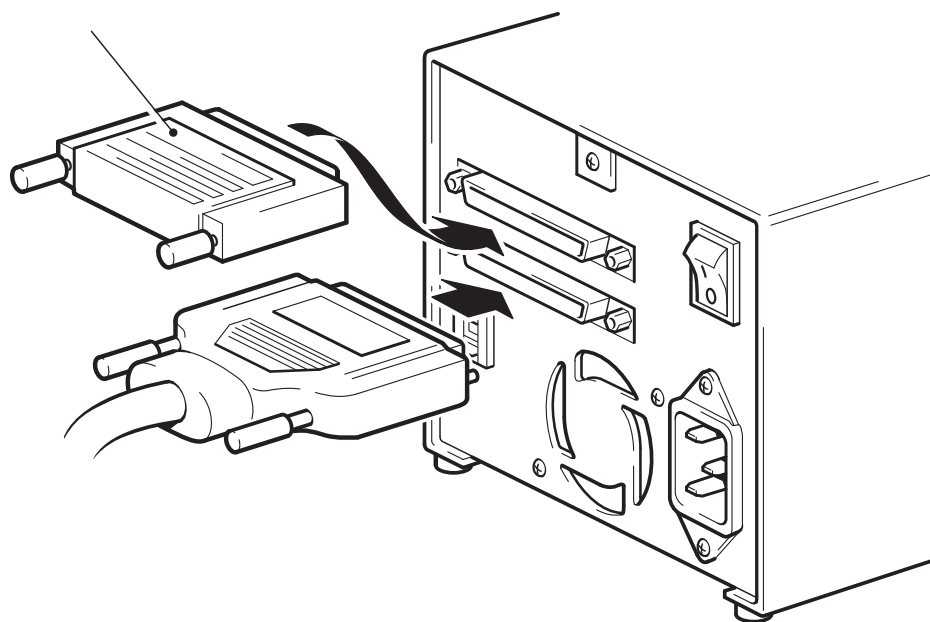

Figura 5: conectar o cabo SCSI
- 4 Encaixe a conexão HD do cabo SCSI a um dos conectores SCSI, no painel traseiro da unidade de fita, e aperte os parafusos para fixá-la. (Veja a figura 5.)